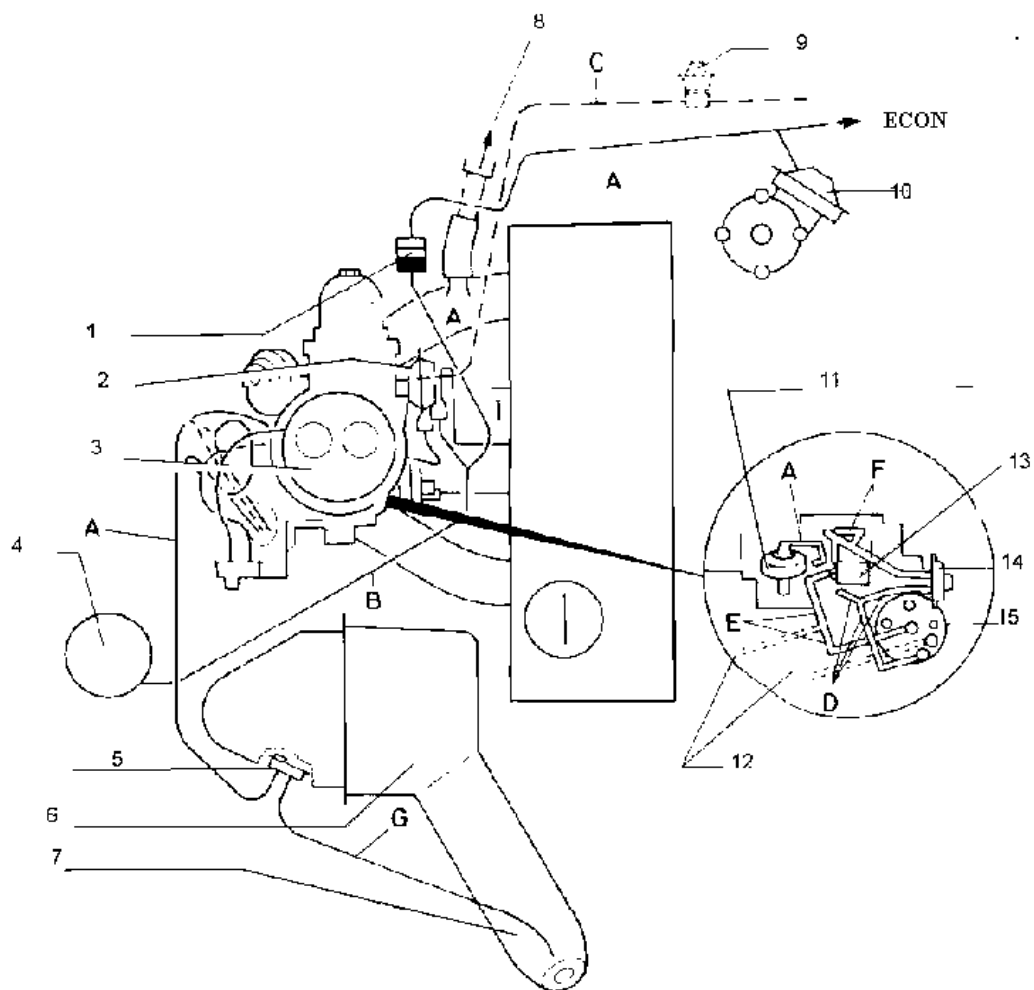

Рис. 3 - Схема соединений вакуумных трубок
1. заслонку с вакуумным приводом [7/рис.3]- переключает подачу наружного воздуха из под крыла и воздуха, подогретого выпускным коллектором двигателя.
2. терморегулятор [5/рис.3] (в корпусе воздушного фильтра, в литературе иногда именуется как термоклапан). Он регулирует подачу вакуума к заслонке в зависимости от температуры воздуха и разрежения, т.е. нагрузки на двигатель, поддерживая температуру воздуха на входе фильтра около терморегулятора около 20 градусов.